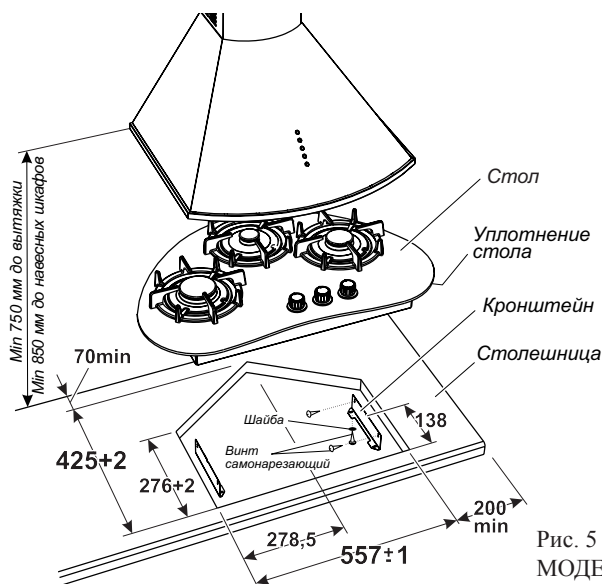

Рис. 5
1. Точно разметить на столешнице контур проема под встраиваемый стол в соответствии с рис. 5, 6, 7.